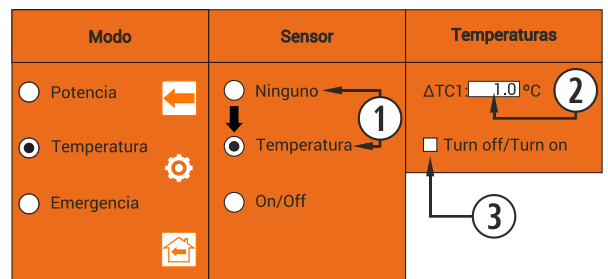

Figura 30
①	Usuario enciende estufa manualmente.
②	Temperatura objetivo seleccionada en menú principal.
③	$\Delta TC1$ por defecto 1°C (ver figura 30).
④	Cambia a nivel 1 (mínimo).
⑤	Cambia a nivel 9 de funcionamiento.
⑥	Usuario apaga estufa manualmente.